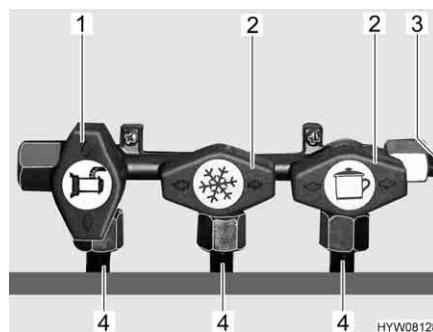

Fig. 100 Posizione dei rubinetti di arresto del gas (esempio)
- Posizionare il rubinetto di arresto del gas dell'apparecchio a gas corrispondente parallelamente (Fig. 100,1) alla tubatura (Fig. 100,4) che alimenta l'apparecchio a gas.
- Posizionare il rubinetto di arresto del gas dell'apparecchio a gas corrispondente trasversalmente (Fig. 100,2) alla tubatura (Fig. 100,4) che alimenta l'apparecchio a gas.